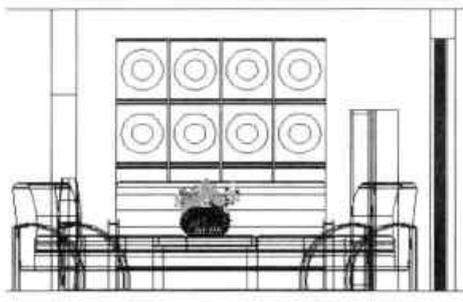

图11-14 客厅左视图
- 左视 \leftarrow ：该视点是从左往右查看模型，常以二维形式显示，如图11-14所示。